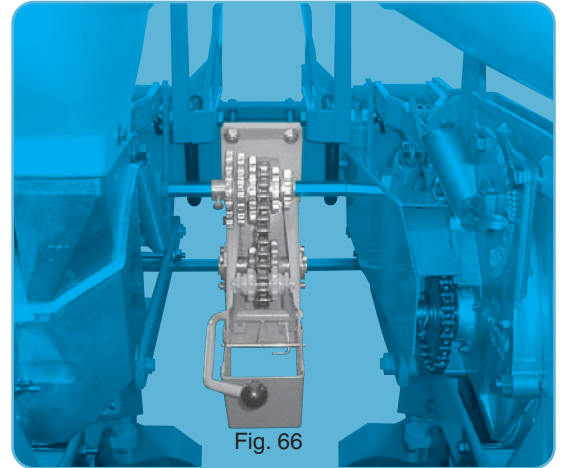

Fig. 66
- Montage pour semoir de 35-40 cm d'inter-rangs (fig. 66) en supprimant les 2 paliers ④.
- Assembly for planters with 35-40 cm (14-15") inter-row spacing (fig. 66) : remove the 2 bearings. ④
Montage für Sämaschinen mit Reihenabstand von 35-40 cm (Abb. 66). Bei dieser Stellung sind beide Lager ④ zu entfernen.
- montage voor zaaimachine voor 35-40 cm rijafstand (fig. 66). Verwijder de twee lagers ④.